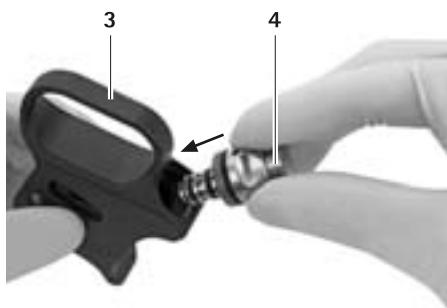

Fig. 3
- Avvitare il pulsante di irrigazione **4** fino all'arresto nell'impugnatura MINOP TREND **3**, vedere Fig. 3.